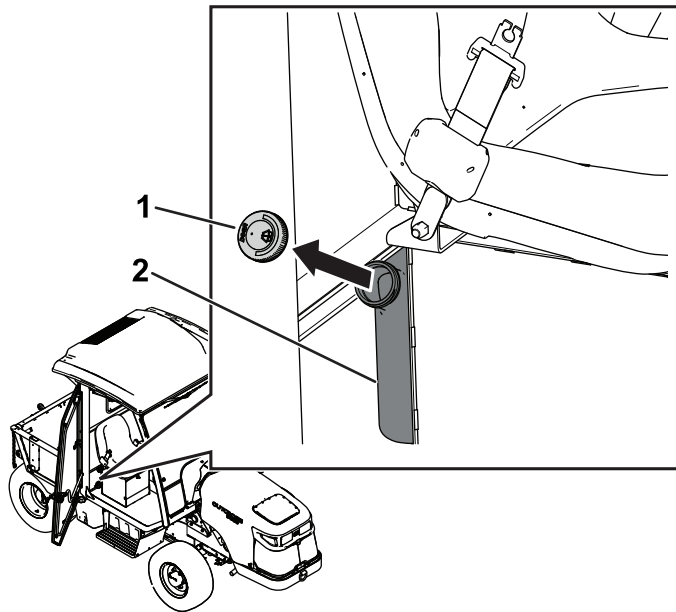

Figure 119
1. Enlevez le bouchon du réservoir (Figure 119).